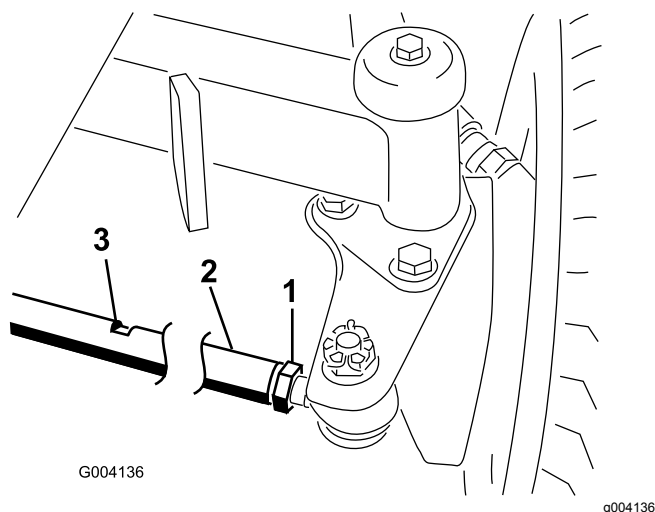

Figura 55
2. Afloje las contratuercas de ambos extremos del tirante (Figura 55).